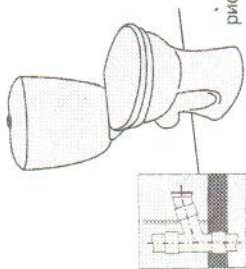

рис. 3
4. Соединение унитаза с канализацией. (рис. 3)